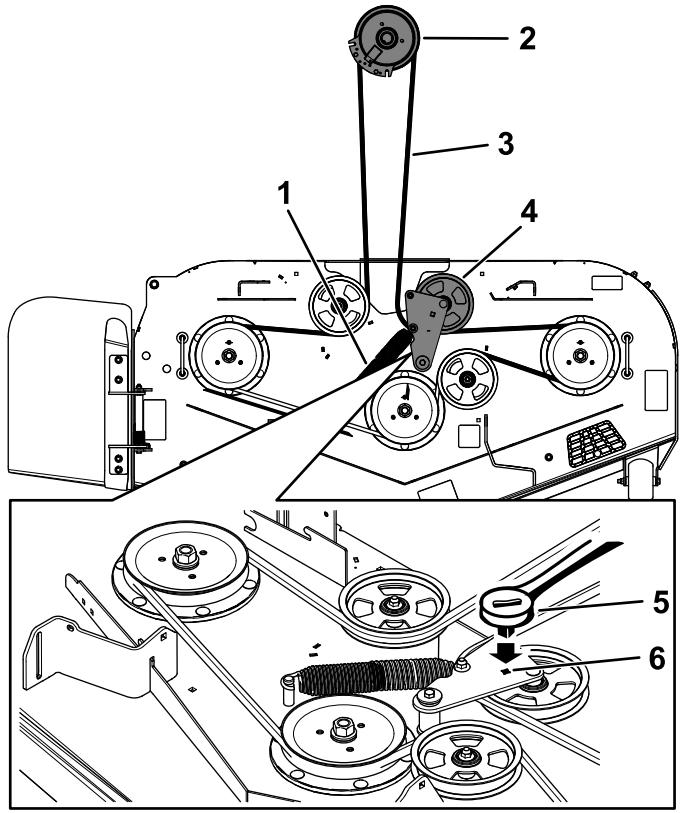

Figura 60
8. Utilice una llave de carraca de $\frac{3}{8}$ " en el taladro cuadrado del brazo tensor para aliviar la tensión del muelle tensor (Figura 60).
10. Instale la guía de la correa en el brazo tensor tensado con muelle (Figura 60).
12. Pase la correa nueva alrededor de las poleas de la segadora y de la polea del embrague, debajo del motor (Figura 60).
13. Instale la guía de la correa en el brazo tensor (Figura 60).
14. Con la ayuda de la llave de carraca de $\frac{3}{8}$ " en el taladro cuadrado, instale el muelle tensor (Figura 60).